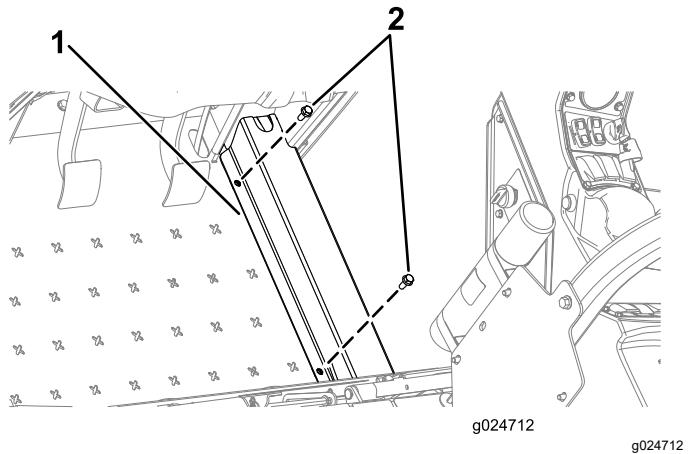
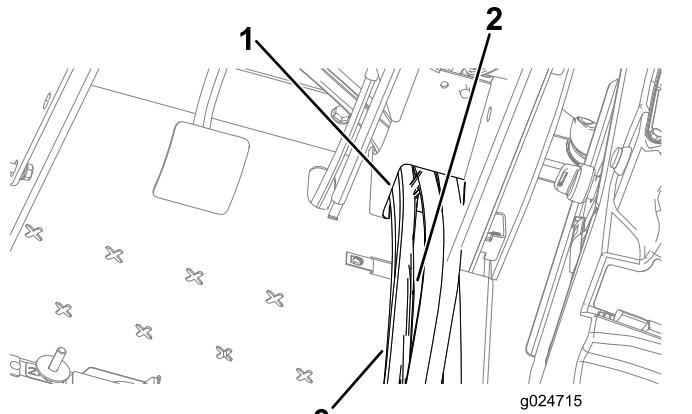

図 7
図 8
1. ホースカバーを機体に固定しているボルト2本を外してカバーを取り外す図7と図8。